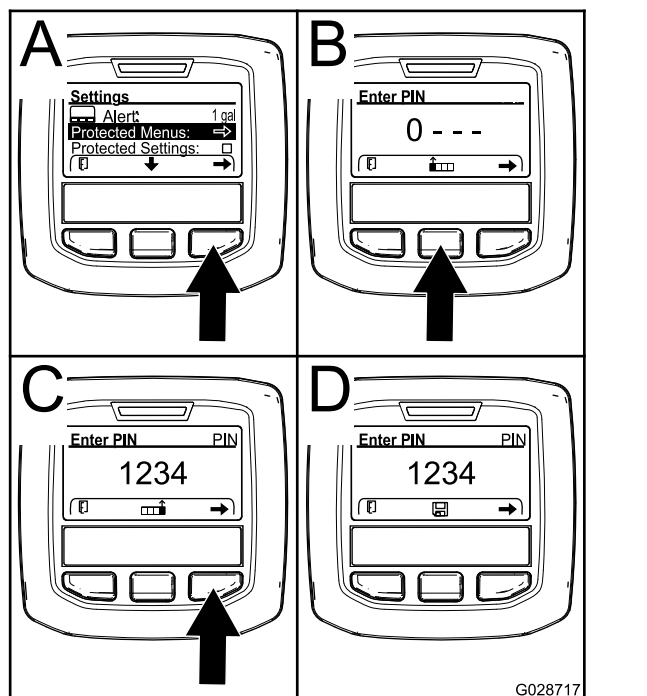

Figura 12
3. Apăsai butonul de selectare dreapta pentru a selecta Meniuri protejate (A din Figura 12).
- Apăsai butonul de selectare centru (B din Figura 12) pentru a mări valoarea numerică (0 - 9).
- Apăsai butonul de selectare dreapta (C din Figura 12) pentru a muta cursorul la următoarea poziie numerică la dreapta.
Notă: Pictograma Salvare apare deasupra butonului de selectare centru (D din Figura 12).